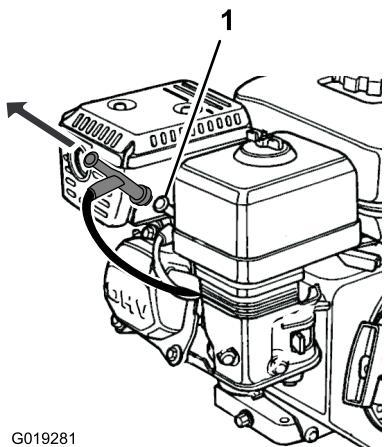

Figure 13
4. Débranchez le fil de la bougie (Figure 13).
- C. Débranchez le fil de la bougie (Figure 13).